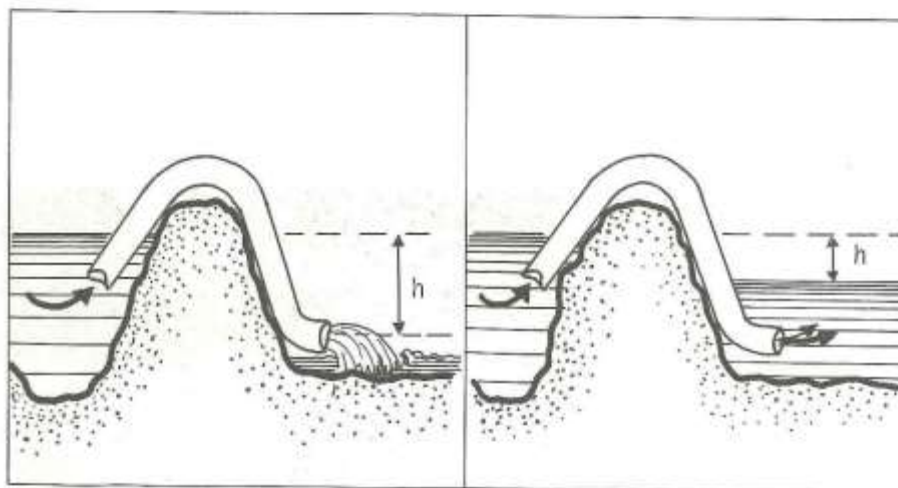

Figura 5. Distribución de agua a través de sifones (h= altura hidrostática).
entregar. La altura estática (H) controla el caudal que pasa por un sifón; es así que a mayor altura estática, es también más alto el caudal que pasa por el sifón (Figura 5). En el Cuadro 1, se entregan caudales transpor-